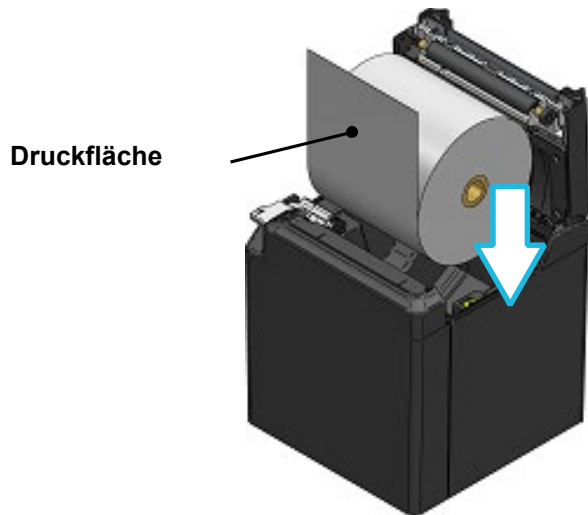
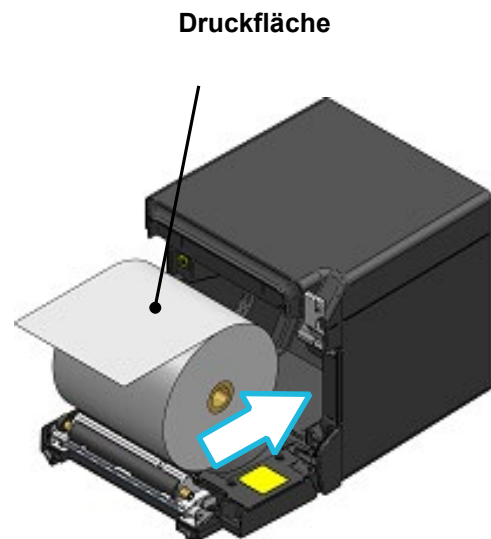

Abbildung 8-3 Ausrichtung des Thermopapiers beim Einsetzen (Ausgabe oben)
Abbildung 8-4 Ausrichtung des Thermopapiers beim Einsetzen (Ausgabe vorne)
- (2) Entfernen Sie das verklebte Endstück vom Thermopapier.
- (3) Laden Sie das Thermopapier in die Papierhalterung. Achten Sie dabei darauf, dass die Papierrichtung der Abbildung 8-3 und Abbildung 8-4 entspricht.